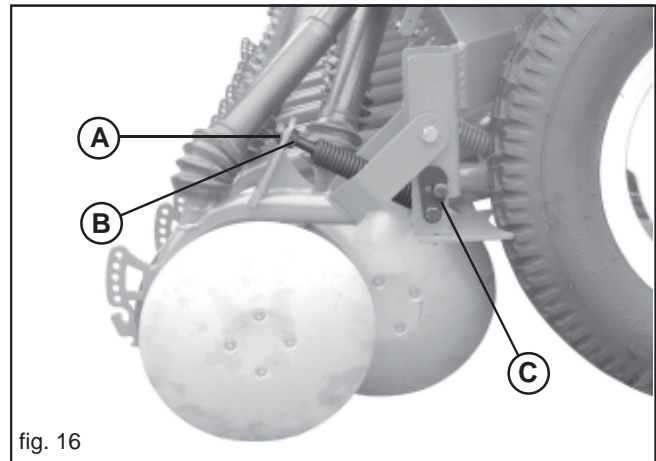

fig. 16
Bei den äußeren Reihen wird der Druck erhöht oder reduziert, indem die Einstellschraube (A Abb. 16) eingestellt und mit der Mutter (B) blockiert wird.
An den äußeren Furchenformerelementen, die auf den Spuren der Sämaschinenräder arbeiten, die Arbeitstiefe durch Verstellen des Tiefenbegrenzers einstellen (C, Abb. 16).